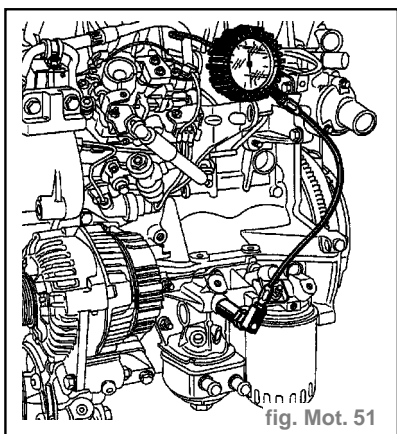

fig. Mot. 51
- Mettre à la place l'outil **Mot. 836-05** ainsi que le manomètre. (fig. Mot. 51)